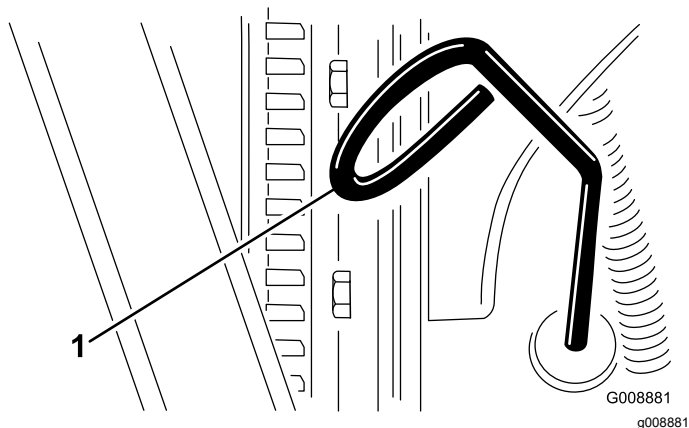

Figure 24
3. Retirez la jauge, essuyez-la sur un chiffon et remettez-la en place (Figure 24).